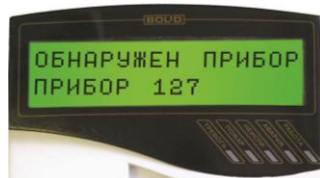

Рисунок 6
5.5.4 В течение 1 мин после включения питания пульт должен показать сообщение об обнаружении устройства с сетевым адресом, соответствующим текущему адресу блока (заводской адрес блока – 127). На рис. 6 представлен индикатор пульта «С2000М» с соответствующим сообщением.